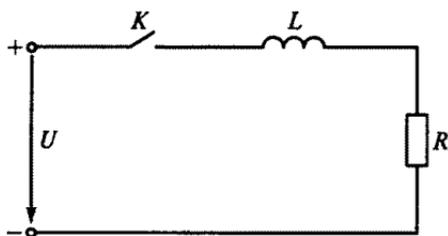

Рис. 140
4.5. В электрической цепи, схема которой приведена на рис. 140, $R = 100$ Ом, $L = 2$ Гн. Какой будет длительность переходного процесса при замыкании ключа *K*, если считать, что он заканчивается через время $t = 3\tau$?